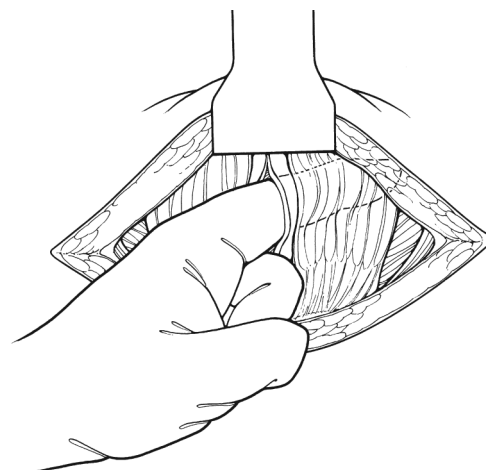

Figura 4-8. Separar a linea alba
10. Faça uma incisão suprapúbica, divida a fáscia do reto transversalmente e use um movimento de espalhamento para separar a linea alba para chegar ao espaço pré-vesical. (Figura 4-8)